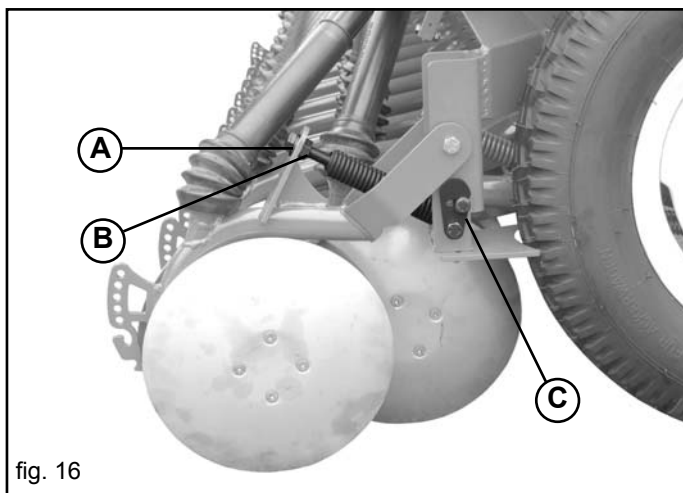

fig. 16
Nelle file esterne aumentare o diminuire la pressione registrando la vite (A Fig. 16) bloccandola con il dado (B).
**Negli elementi assolcatori esterni, che lavorano sulle tracce delle ruote della seminatrice, regolare la profondità di lavoro variando la posizione del limitatore (C, Fig. 16).**